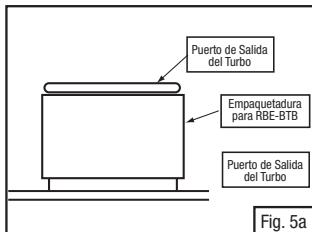

Fig. 5a
3. **NOTA:** Si usa el Tubo de respiración con el número de parte RBE-BTB asegúrese que el empaque gris esté en su lugar en el puerto de salida. Consulte la Fig. 5a. Si no está el empaque instálelo al deslizarlo sobre la salida. Los empaques están incluidos con número de parte RBE-BTB.